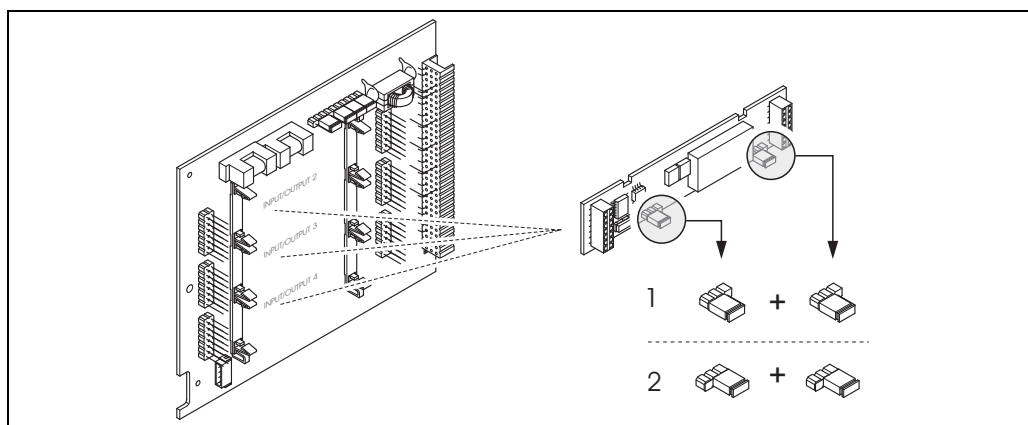

Fig. 36: Configurer les contacts de relais (ouverture/fermeture) sur la platine interchangeable E/S (sous-module).
3. Positionner les ponts → fig. 36